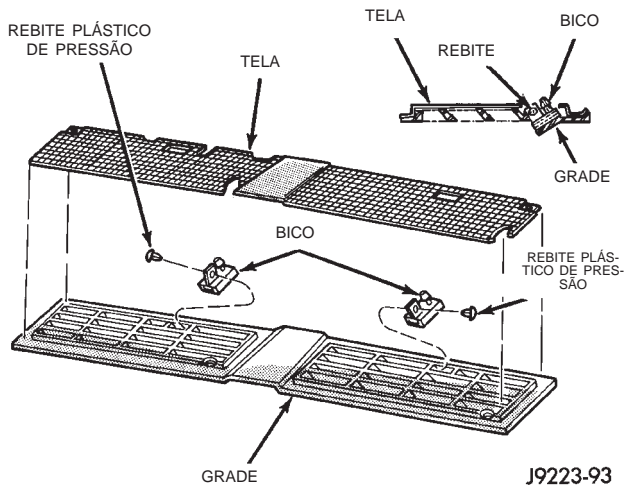

Fig. 11 Grade e Tela do Capô & Bicos do Lavador
- (1) Remova os braços do limpador do pára-brisa das articulações.
- (2) Remova os parafusos que prendem a grade ao capô.
- (3) Remova os tubos do lavador do pára-brisa dos bicos.
- (4) Remova a grade e a tela do capô (Fig. 11).